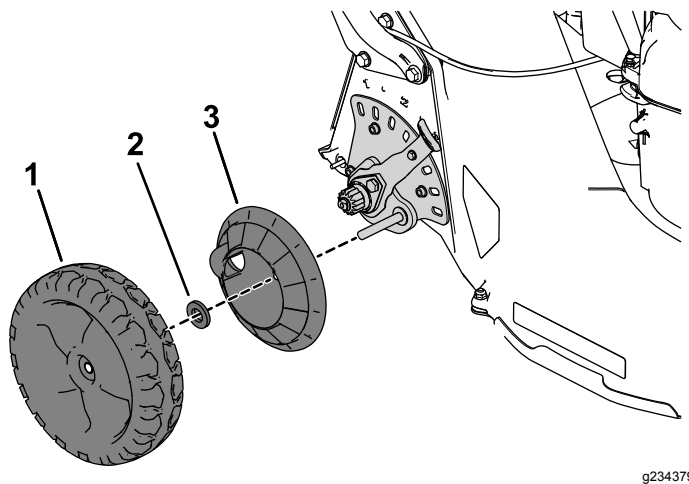

Figure 3
2. Déposez la roue, l'entretoise et le flasque de roue (Figure 3).
5. Reposez le flasque de roue, l'entretoise déposée précédemment et la roue (Figure 3).